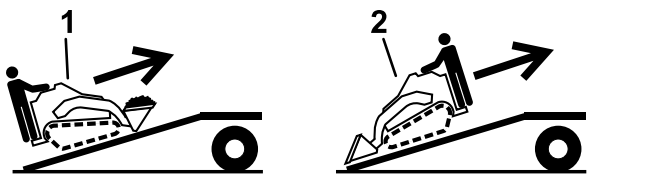

Figura 36
5. Cargue la máquina en el remolque por la rampa con el extremo más pesado hacia arriba, y la carga en la posición más baja posible (Figura 36).